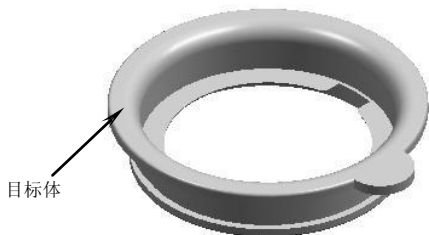

图5-64
15. 选择前两步绘制的草图轮廓，在【成形特征】工具条中单击【拉伸】按钮，弹出【拉伸】对话框。在【选择步骤】栏中选择【求和】选项，然后选择求和的目标体，并在【结束】输入框中输入“-3”，最后单击【确定】按钮创建拉伸特征，结果如图 5-64 所示。